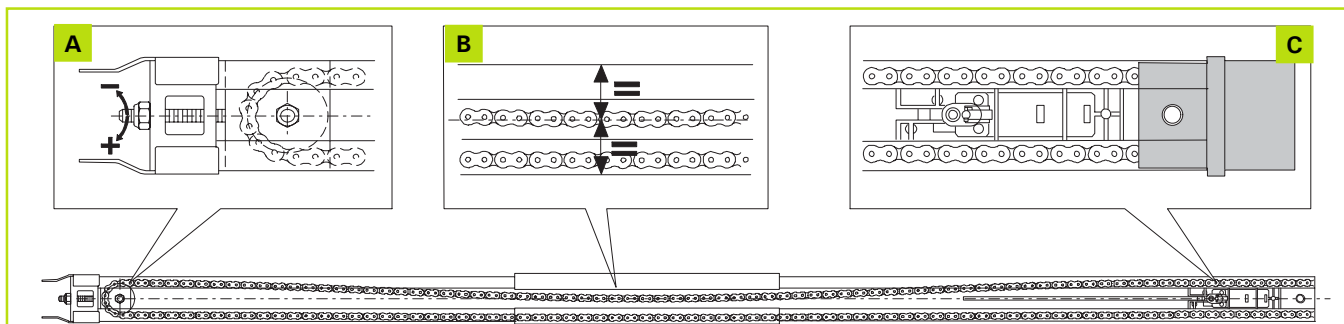

FIG.8
- 5) Coucher le rail sur le côté (fig. 8)
- 6) Pousser le traîneau près du groupe d'embrayage de la traction (fig. 8 réf. C).
- 7) Régler le tendeur (fig. 8 réf. A) de manière à ce que la partie centrale de l'anse, formée par la branche supérieure de la chaîne, se trouve approximativement sur la médiane du rail (fig. 8 réf. B)